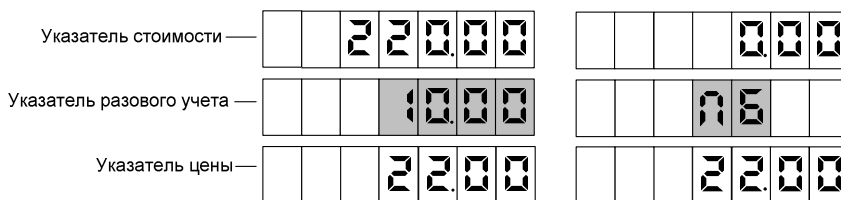

Рисунок 6
9.2 Для выдачи топлива необходимо задать дозу с системы управления. Когда устройство будет готово к отпуску топлива, в средней строке табло мигающими символами отобразится величина заданной дозы, а в случае отпуска "до полного бака" – символы "ПБ" (рисунок 6). Это дает клиенту удобный способ определить, когда можно начать заправку, а также убедиться, что задано именно то количество топлива, которое он заказывал. Одновременно блок управления подает управляющее напряжение на реверсивный магнитный пускатель, подключающий электродвигатель к тому или иному ПЧ. Для запуска налива необходимо снять раздаточный кран или подать команду "Пуск" с системы управления, после чего значения стоимости и объема на табло обнуляются. С этих пор на табло отображается *отпущенная* на текущий момент доза.